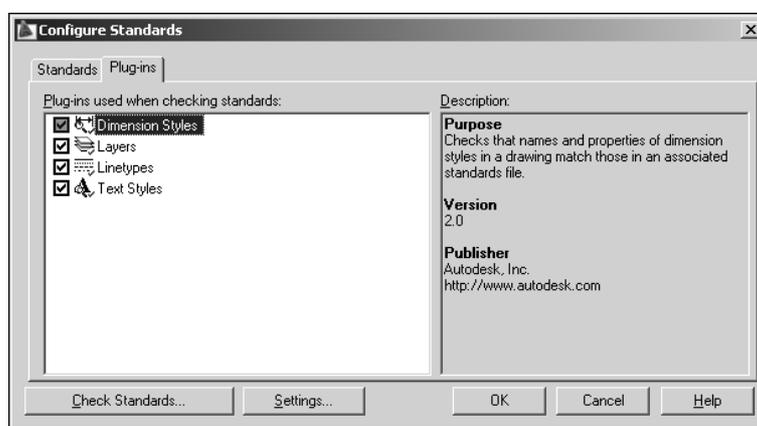

Рис. 6.42. Диалоговое окно **Configure Standards** (вкладка **Plug-ins**)
4. Для выбора надстроек, используемых при проверке рисунка, перейдите на вкладку **Plug-ins** (Надстройки) (рис. 6.42) и выполните одно из следующих действий: